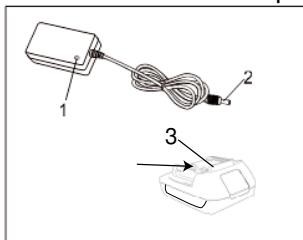

Рис.2
1. Включіть зарядний пристрій до мережі. Індикатор (1) загориться зеленим. (Рис.2)
2. Підключіть зарядний пристрій (2) в разом для подключення (3) на акумуляторній батареї. Індикатор (1) загориться червоним. Це означає, що почалась зарядка батареї.
3. Після закінчення заряда батареї індикатор (1) загориться зеленим.